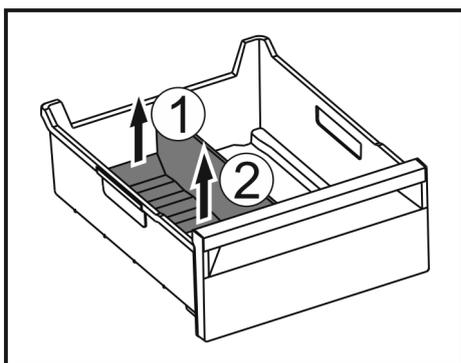

Fig. 183
- Levantar la parte posterior del separador para congelador. Fig. 183 (1)
- Extraer el separador para congelador hacia arriba. Fig. 183 (2)